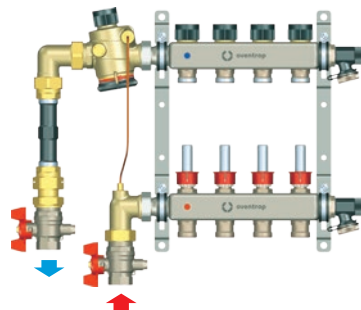
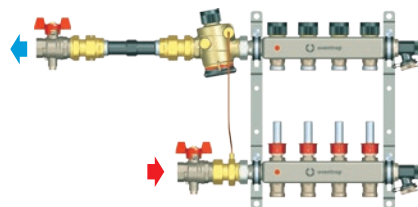

Fig. 5: Exemplu de montaj al setului de racordare a contorului, model colțar
Fig. 6: Exemplu de montaj al setului de racordare a contorului, model drept
Exemple de montaj găsiți în fig. 5 de la pag. 12, respectiv fig. 6 de la pag. 12.
1. Montați componentele (la racordarea pe stânga) ca în fig. 5 de la pag. 12, respectiv ca în fig. 6 de la pag. 12. Utilizați garniturile plate incluse la livrare.